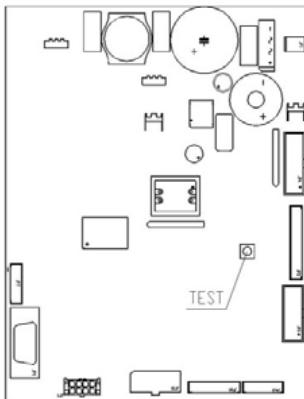

FIG. 3
• Si sur le display paraîtra le message "MEMORY CLEARED" appuyer sur le bouton placé sur la carte principale à l'intérieur du boîtier monnayeur (voir FIG. 3) pour mettre la mémoire à l'état initial. Sur le display paraîtra le message "PORTE OUVERTE MACHINE EN ENTRETIEN". Le distributeur automatique procédera automatiquement à l'exécution d'un autotest. Si aucune erreur n'a été relevée, la colonne se placera en position de départ et le distributeur sera prêt pour la mise en fonction.
Au branchement électrique du distributeur , sur le display s'inscrit "INIT" suivé par "MEMORY CLEARED", ce qui indique que la mémoire est vide de toutes informations ou que celles-ci ne peuvent pas être accessibles. La même indication est affichée quand on se sert de la commande "EFFACEMENT DE MEMOIRE" ou d'un défaut de la dite mémoire. En appuyant sur le bouton poussoir FIG. 3 situé sur la platine principale, à l'intérieur du logement monnayeur, la mémoire reviendra automatiquement aux valeurs pré-définies décrites dans le paragraphe "Instructions". De ce fait, le distributeur procédera automatiquement à une série de tests, puis si tout est correct, il entrera en service.
Il est possible de faire un test des fonctions du distributeur. Pour cela il faut brancher ledit distributeur à une prise de courant et appuyer sur le bouton test FIG. 3 situé sur la platine principale. Le distributeur entrera en mode de vente libre. Sur le display s'affichera le message suivant: "VENTE LIBRE" si tout est OK, autrement sur le display s'affichera: hors service. Pour rétablir la sélection il est suffisant d'appuyer de nouveau sur le poussoir correspondant. Si le problème persiste, sur le display s'affichera le message indiquant le type d'anomalie.. A ce point-là il est possible de tester le cycle de vente de la machine pour chaque sélection tandis que sur le display s'afficheront les messages correspondants aux anomalies éventuelles qui se vérifient pendant le test. Pour rentrer en mode de fonctionnement normal il suffit d'appuyer de nouveau sur le bouton FIG. 3 situé sur la platine principale.